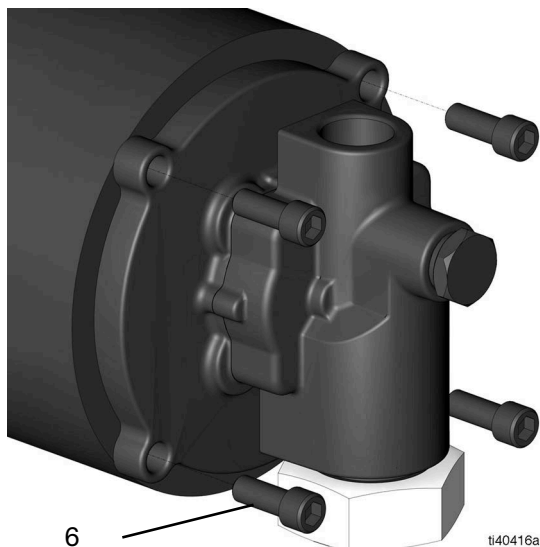

FIG. 7
5. Retire los cuatro tornillos Allen (6) con una llave hexagonal de 8°mm (5/16 pulg.) (FIG. 7).
7. Coloque y apriete los cuatro tornillos Allen (6) con una llave hexagonal de 8 mm (5/16 pulg.) (Par de apriete de 20 ft-lbs, 27.1 N•m) (consulte la FIG. 7).